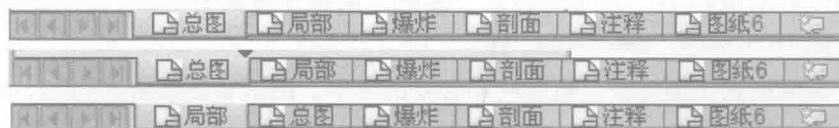

图 1-9 图纸重新排序
**3. 图纸重新排序** 图纸可以直接通过拖拽的方式重新排序。这种方法也可以用在 FeatureManager 和页标签上，如图 1-9 所示。按住 Ctrl 键，可以选择多张图纸。